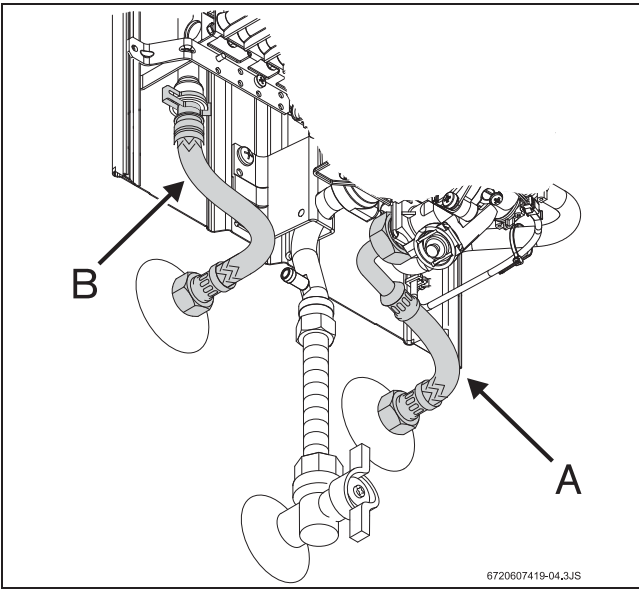

Fig. 11 Conexión del agua
- Identificar el tubo de agua fría (Fig. 11, pos. A) y el tubo de agua caliente (Fig. 11, pos. B), para evitar cualquier conexión equivocada.